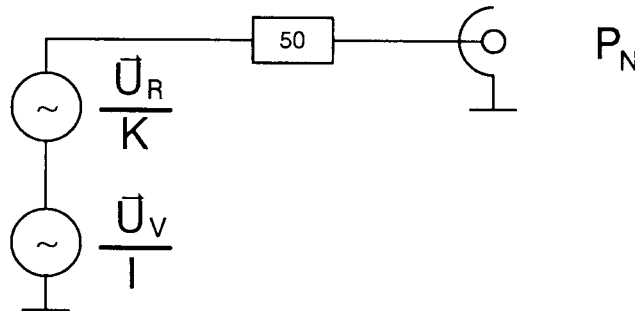

Bild 2
Die Richtwirkung bestimmt, wie gut der Richtkoppler vorlaufende und rücklaufende Leistung unterscheiden kann. Sie begrenzt die erreichbare Meßgenauigkeit für die Messung der Vorlaufleistung und die Messung der Rücklaufdämpfung ($RL = \sqrt{P_r / P_v}$), aus dem man das VSWR auf der Koaxialleitung durch einfache Umrechnung ableiten kann. Das Ersatzschaltbild einer Nebenleitung (Bild 2) zeigt, daß sich zwei HF-Spannungen, die zum einen über die Koppeldämpfung von der Rücklaufleistung abgeleitet wird und zum zweiten über die Isolation von der Vorlaufleistung gebildet wird, vektoriell, d.h. nach Betrag und Phase, addieren.
Formel (1) $\frac{U_v}{I}$ und $\frac{U_r}{K}$ (Bild 2)